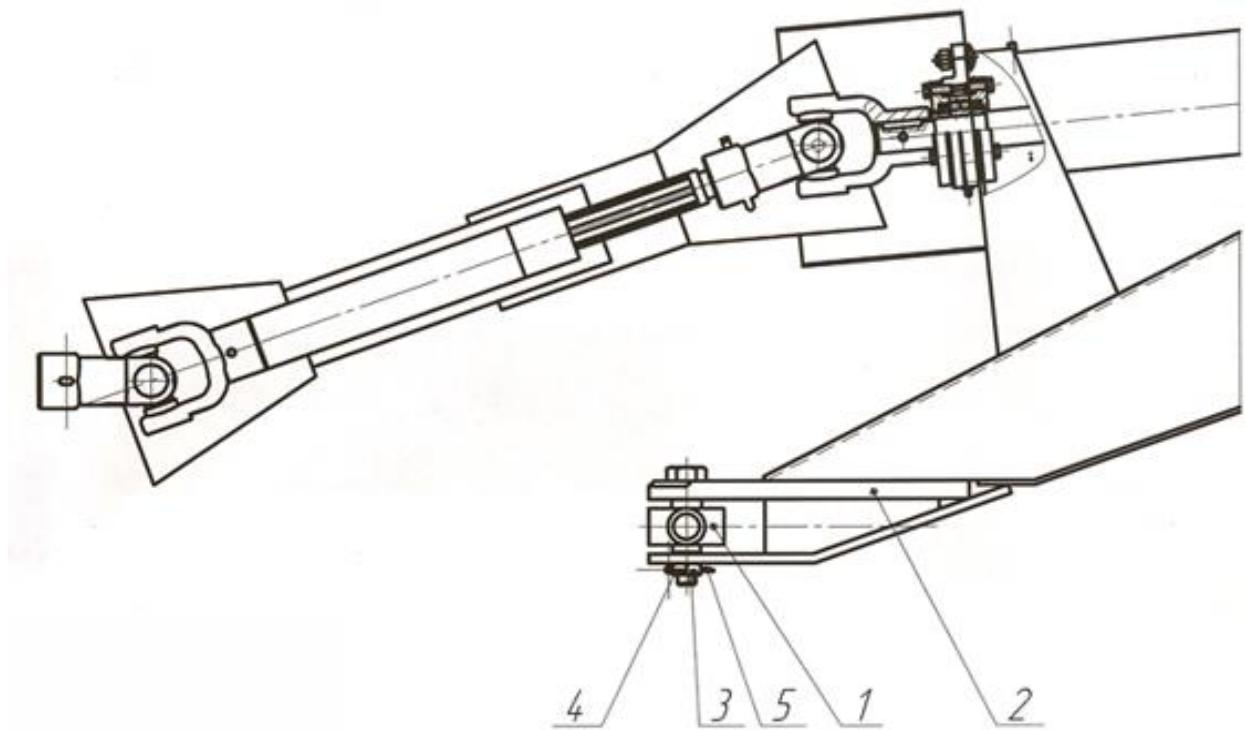

Рисунок 7 Установка поперечной балки
6.4.2. Соединить с продольными тягами и закрепить стопорами поперечную балку навески, рисунок 7.
6.4.3. Плавно сдвинуть трактором назад и совместить отверстия в поперечной балке 1 и прицепной серье 2, рисунок 7, затем навернуть гайку 4 и зафиксировать шплинтом 5.